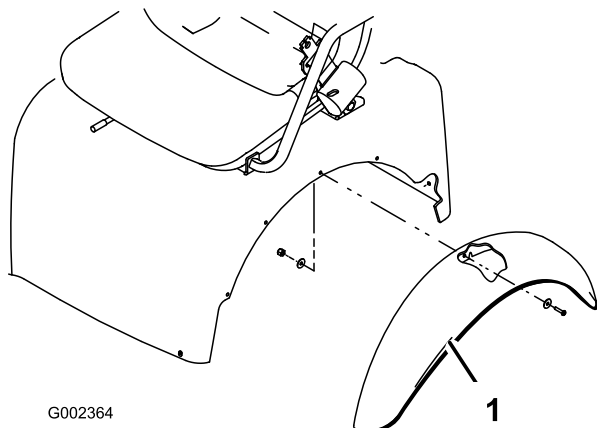

Figure 3
1. Desserrez les contre-écrous et les boulons qui fixent les supports de feux de position arrière aux supports droit et gauche du châssis (Figure 3).